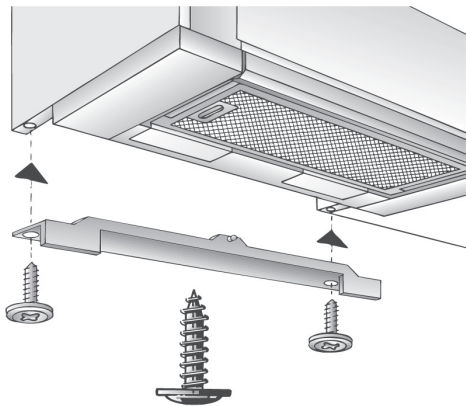

Рис. 14
1. По прилагаемому шаблону III наметьте на ручке шилом две точки для отверстий (рис. 14). Сверлить: диаметр 2 мм, макс. глубина 10 мм.